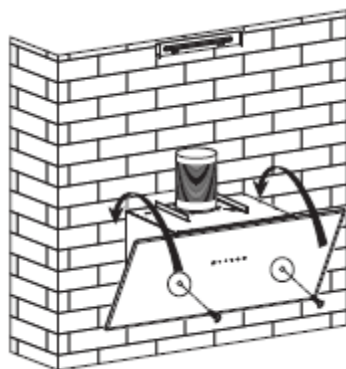

Рис. 5
7. Подвесьте прибор на стене, выровняйте его, закрепите с помощью двух предохранительных винтов ST4*30 мм. Примечание: На задней стороне корпуса расположены два предохранительных вентиляционных отверстия диаметром 6 мм. См. рис. 5.